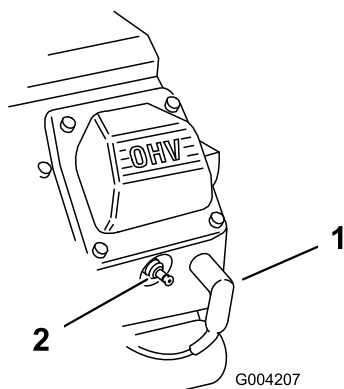

Figure 166
- Branchez les fils des bougies (Figure 166).